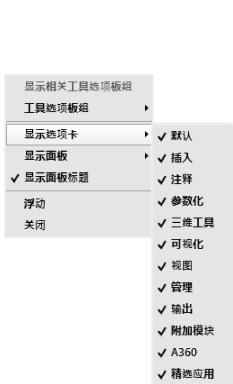

图 1-19 快捷菜单
(1) 设置选项卡。将光标放在面板中任意位置处,单击鼠标右键,打开如图1-19所示的快捷菜单。用鼠标左键单击某一个未在功能区显示的选项卡名,系统自动在功能区打开该选项卡;反之,则关闭选项卡(调出面板的方法与调出选项卡的方法类似,这里不再赘述)。